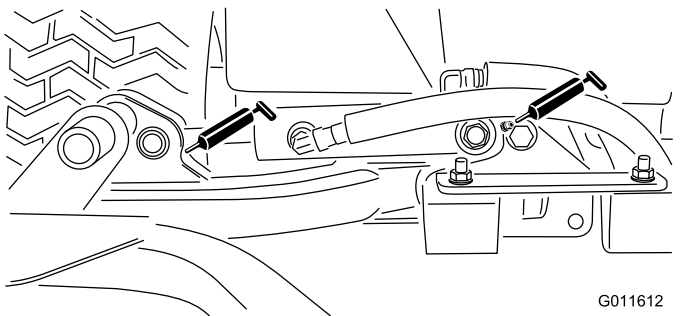

Figura 72
- Cilindri del braccio di sollevamento degli apparati di taglio (2 ciascuno) – Figura 72
- Perni orientabili del braccio di sollevamento (1 ciascuno) – Figura 72